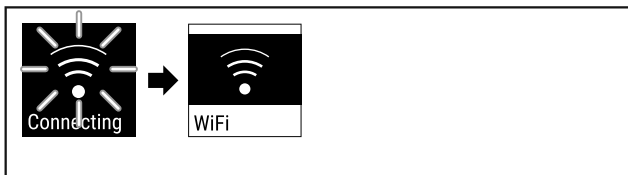

Fig. 76
- ▶ Conexiunea se stabilește (vezi Fig. 76) .